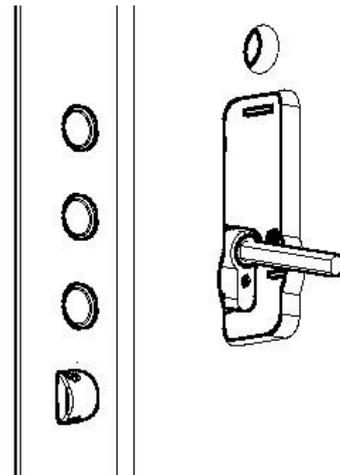

Fig. 4
5. Montare il cilindro sulla serratura esistente e fissarlo (fig.4)